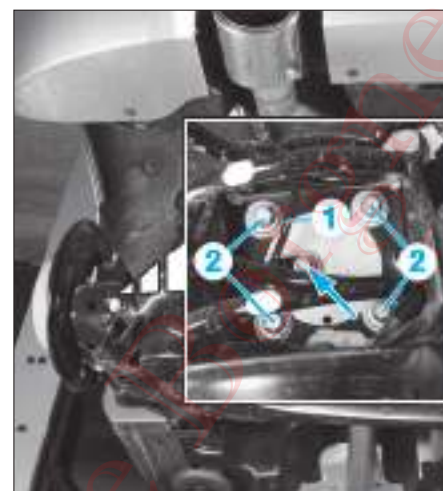

FIG. 30
- Déposer le capteur de vitesse (1) du moyeu arrière (Fig.30).
- Déposer les vis (2) puis le moyeu arrière.